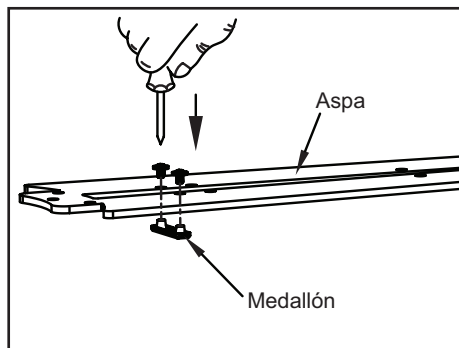

Figura 9
1. Fija el medallón al asa con los dos tornillos de cabeza de arandela provistos (Figura 9). Inserta el tornillo en el asa. Repite el paso con el otro tornillo.